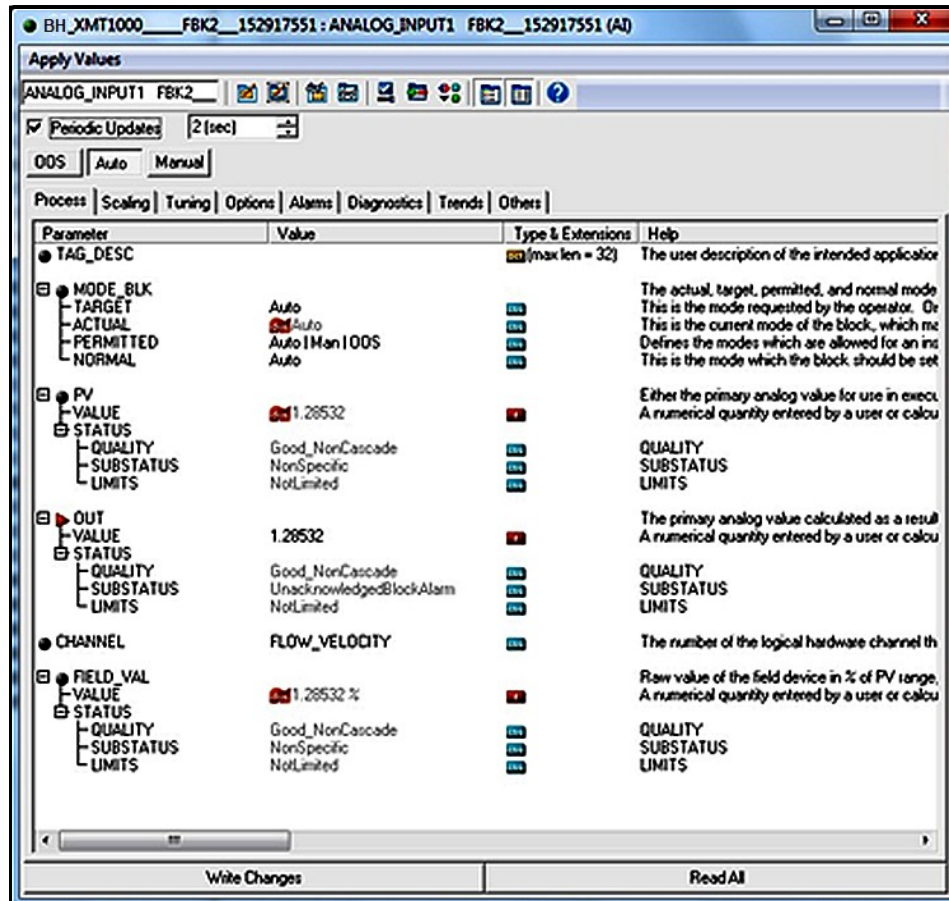

Figura 138: Bloque de entrada analógica (AI)
El bloque de entrada analógica (AI) (consulte la *Figura 138*) está diseñado como función de condicionamiento de señales generalizada. La salida de un bloque AI se puede conectar al Fieldbus. El bloque AI recibe y procesa los datos medidos por el **bloque de transductores** y proporciona funciones adicionales tales como escalado, filtrado, generación de alarmas y tendencias.